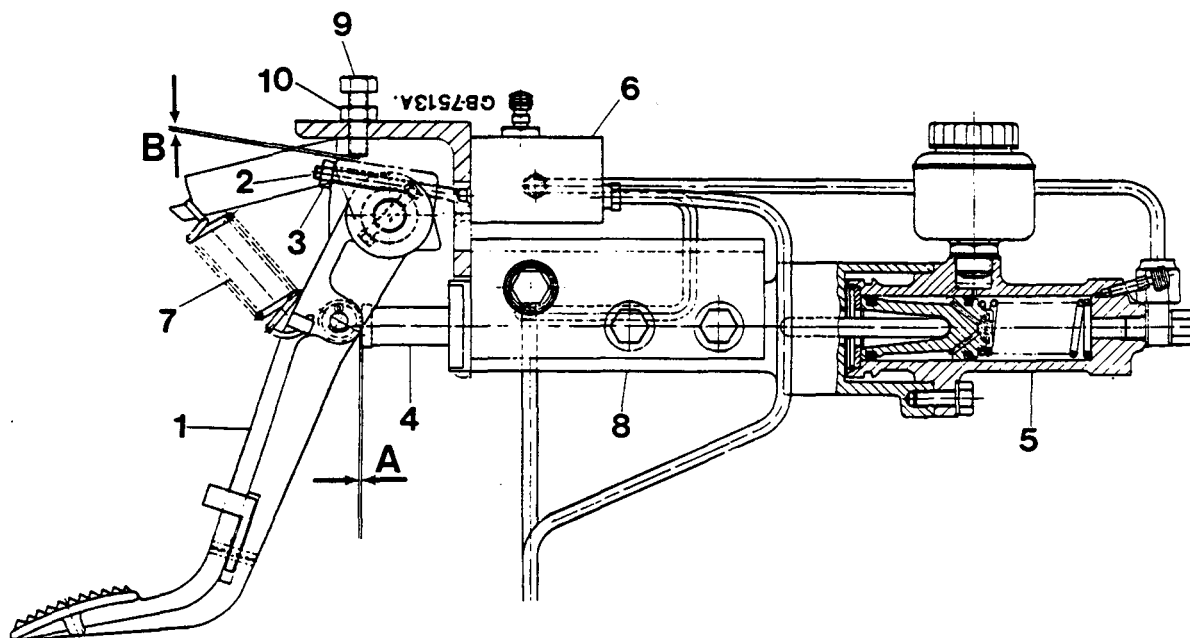

Figure 103
Vérifiez et réglez le jeu (A) Fig. 103 de la façon suivante :